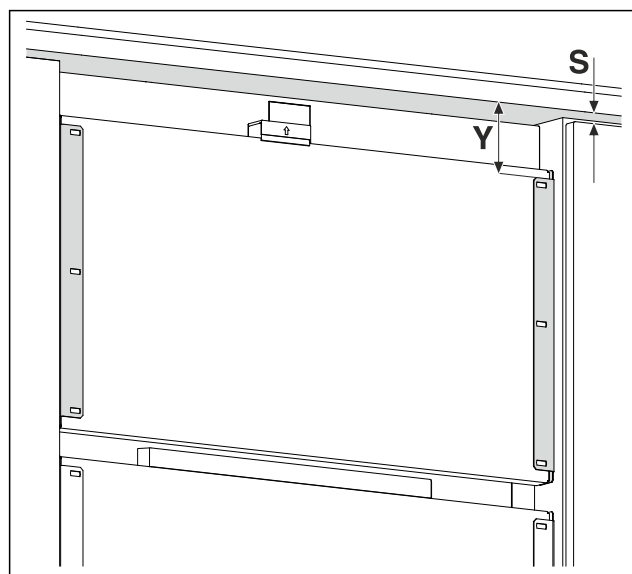

Fig. 16 Représentation à titre d'exemple
- Mesurer la distance Fig. 16 (Y) qui sépare le bord inférieur de la façade du meuble de l'équerre de fixation.
- Mesurer l'écartement Fig. 16 (S) entre le bord inférieur de la façade du meuble et le bord supérieur de la porte du meuble.